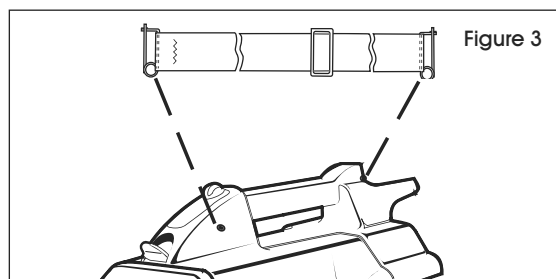

Figure 3
3. La bandoulière s'enclenche à deux endroits de la poignée. (Voir Figure 3)